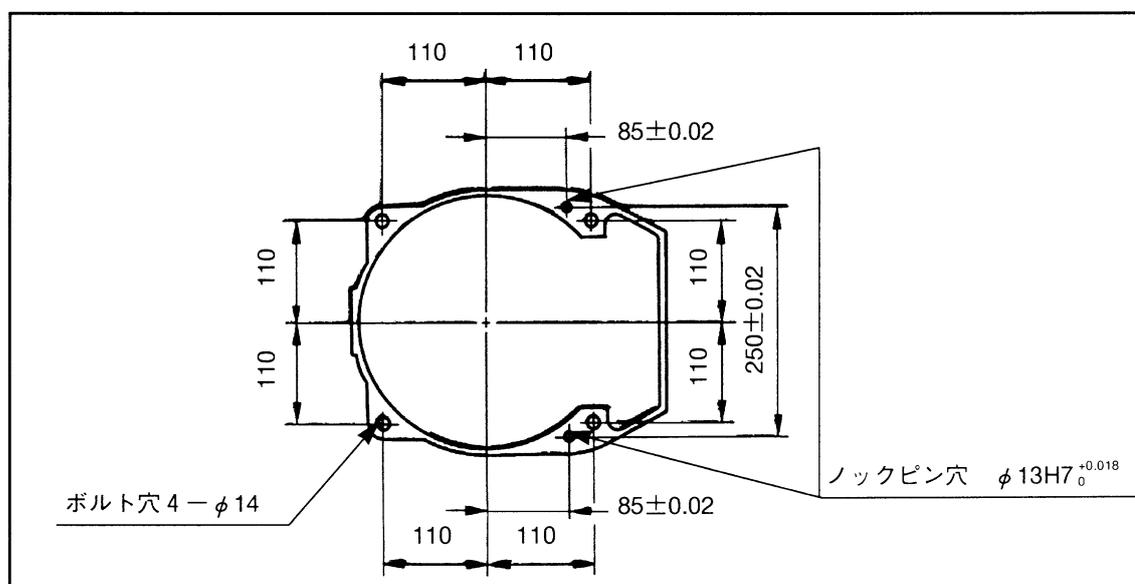

図5-60 HM型・HS型の固定ボルト、ピン穴位置
- ①設置台のロボット固定位置に図5-60の寸法に従って、ボルト穴(M12:並目)4か所、ノックピン穴2か所を開けてください。
- ②ロボットをロボット運搬方法に従って、設定位置に置いてください。
- ③平行ノックピン $\phi 13$ 、2本を打ち込んでください。